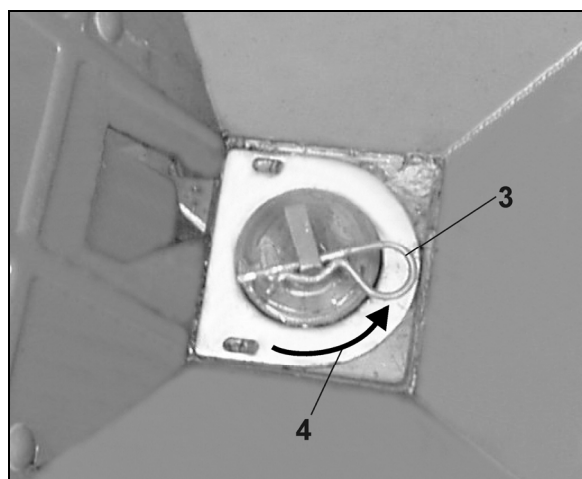

Fig. 86
3. Monter altid fjederstikket (Fig. 86/3) **mod** drejeretningen (Fig. 86/4). (Billedet viser højre maskinside set i køreretningen).